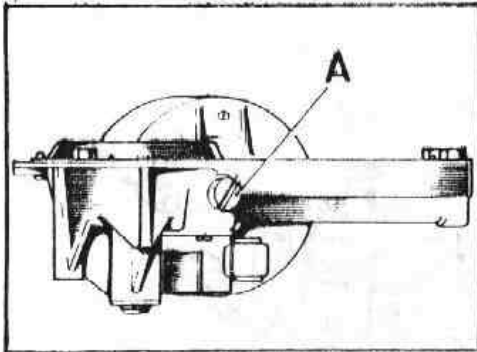

Fig. N2-12 Tornillo de empuje para juego del inducido
3.4. Si se monta un inducido nuevo, se aflojará el tornillo de empuje, A (Fig. N2-12) para proporcionar juego y poder montar la carcasa del estator.